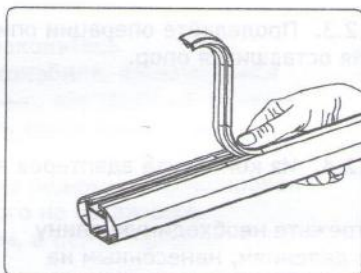

рис. 8
- устанавливая резиновую накладку в паз по всей длине дуги, не прикладывайте значительных усилий, не растягивайте её (рис. 8).